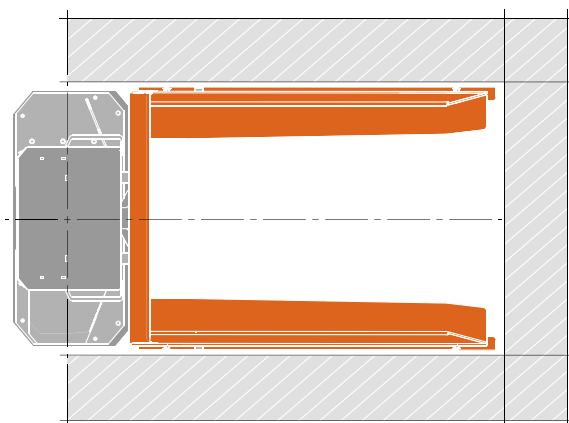

Figura 17 Zona di sicurezza
2. Collocare l'elevatore per pallet nella posizione desiderata. Assicurarsi che vi sia dello spazio libero intorno all'elevatore per pallet (minimo 500 mm), vedere la figura 17.